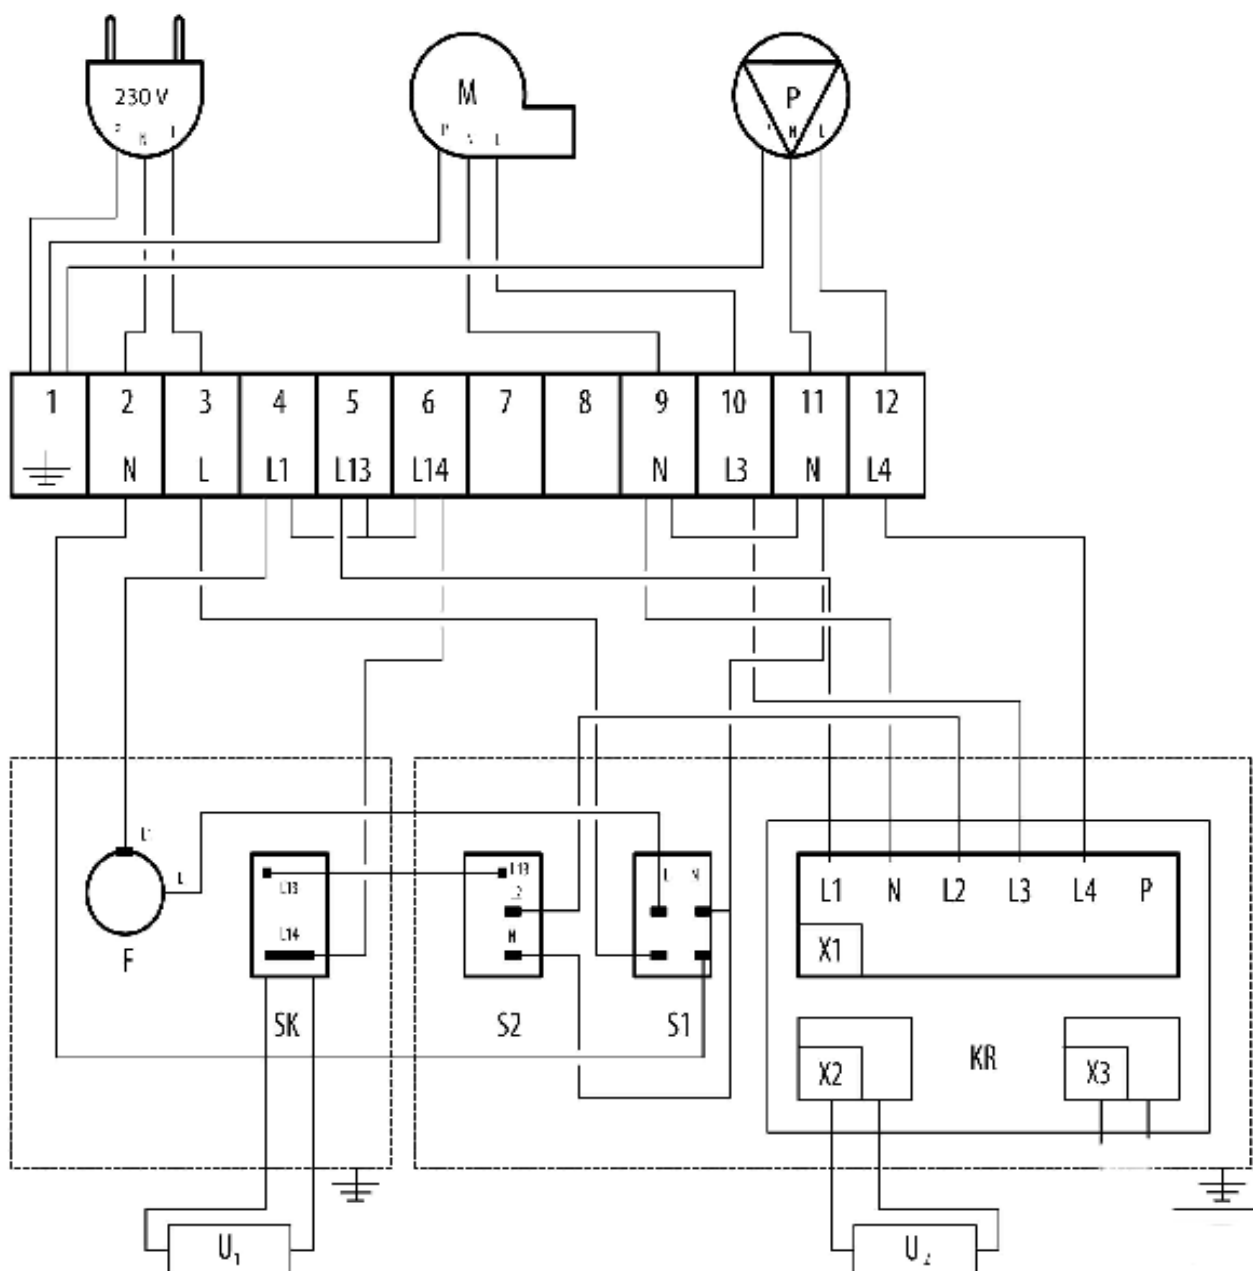
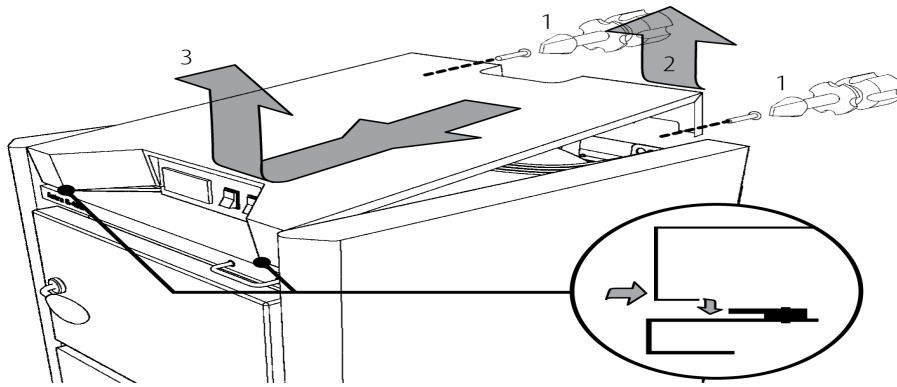

Fig. 6 Kopplingsschema för pannan
Fig. 7 Demontering av locket på pannan
För att säkerställa ett kontinuerligt flöde av vatten, ska en Laddomat 21 anslutas. Den elektroniska regulatoren i pannan styr Laddomatpumpen. Innan du ansluter Laddomatpumpen, ta bort locket på pannan (bild 7). Kabeln till Laddomatumpen dras genom det lediga hålet i baksidan av locket. Anslut kabeln för Laddomatpumpen till kontakt nr 11 och 12, (se Fig. 6 "Kopplingsschema för pannan"). Anslut jordledaren för Laddomatpumpen till kontakt nr 1 på samma anslutning.
För pannor Astra G-18E, Astra G-25E, Astra G-32E: packa upp fläkten och lossa klämman på anslutningen för fläkten, pos. 10 (fig 1). Placera öppningen av fläkten på anslutningen, montera klämman och dra åt den. Kontrollera att fläkten sitter fast och är tät. Anslut fläktens kabel via hålet i locket till regulatorns anslutningar (se Fig. 6 "Kopplingsschema för pannan"). Normalt monteras fläkten med fläkthuset vänt uppåt.